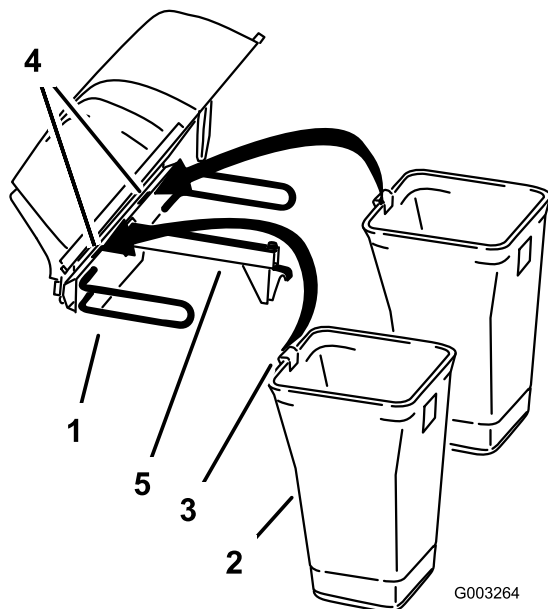
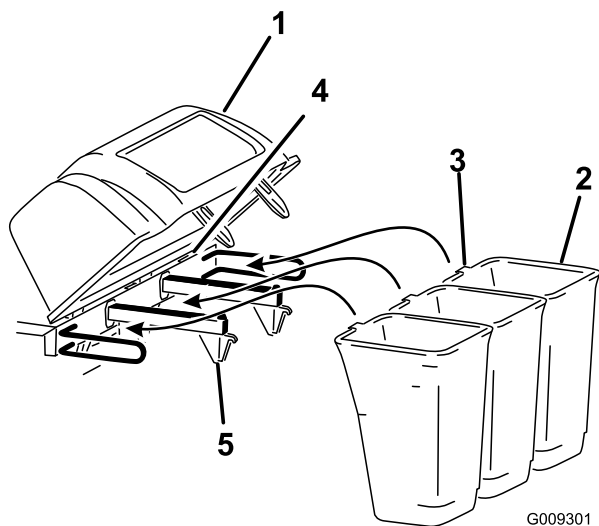

Figura 8
Figura 9
6. Instale el gancho de la bolsa en la muesca del capó (Figura 8 o Figura 9).